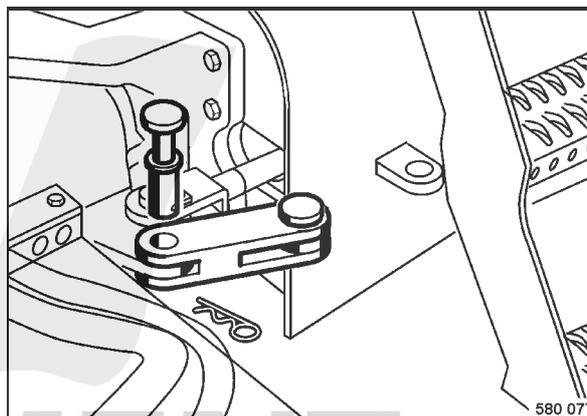

fig. 51
- Mettre le dispositif de blocage de l'articulation (fig. 51) en place.